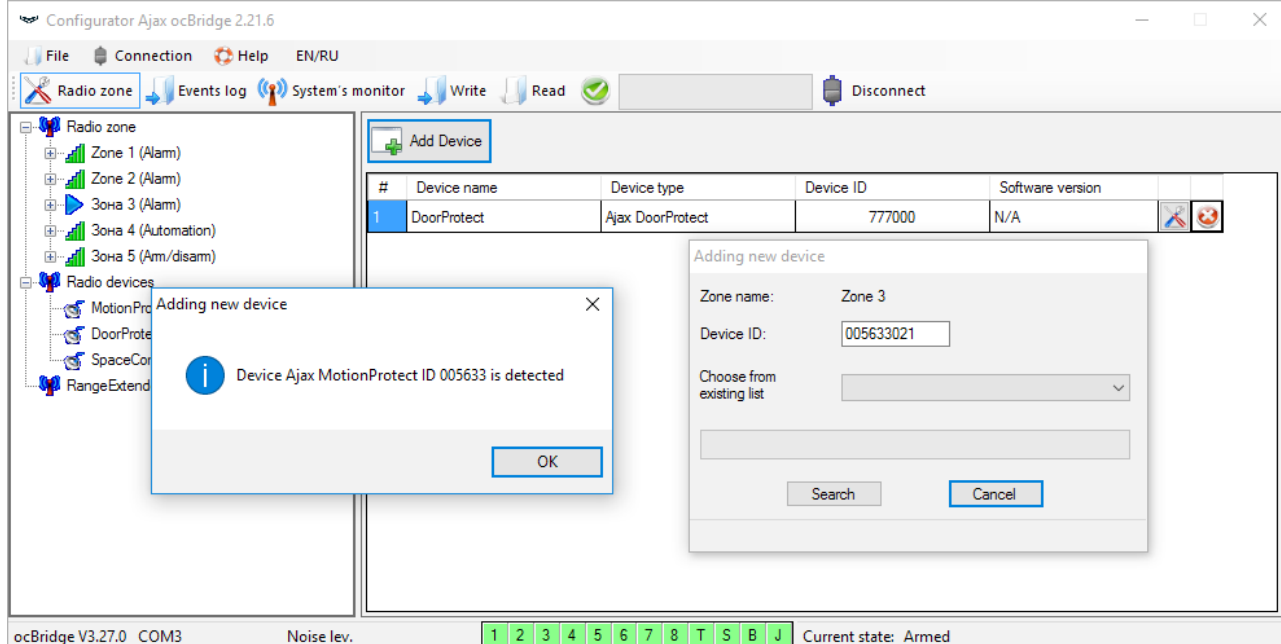

Imagen 4. Ventana de registro del dispositivo
Luego, se seleccionarán el «Tipo de zona» y las configuraciones apropiadas (consulte los párrafos **Gestionar la unidad central** del presente manual). Para agregar un dispositivo, elija la zona necesaria y haga clic en el botón «**Agregar un dispositivo**». Luego, aparece la ventana «**Agregar nuevo dispositivo**» y es necesario ingresar el identificador (ID) del sensor aplicado debajo del código QR, luego haga clic en el botón «**Buscar**» (Imagen 4).
4. Cuando los sensores se hayan registrado con éxito en el sistema de seguridad, haga clic en el botón «**Escribir**» (Imagen 4) para guardar los datos de configuración de los sensores en la memoria del receptor ocBridge Plus. Cuando ocBridge Plus esté conectado a la PC, haga clic en el botón «**Leer**» (Imagen 4) para leer la configuración de los sensores guardados previamente en la memoria de ocBridge Plus.